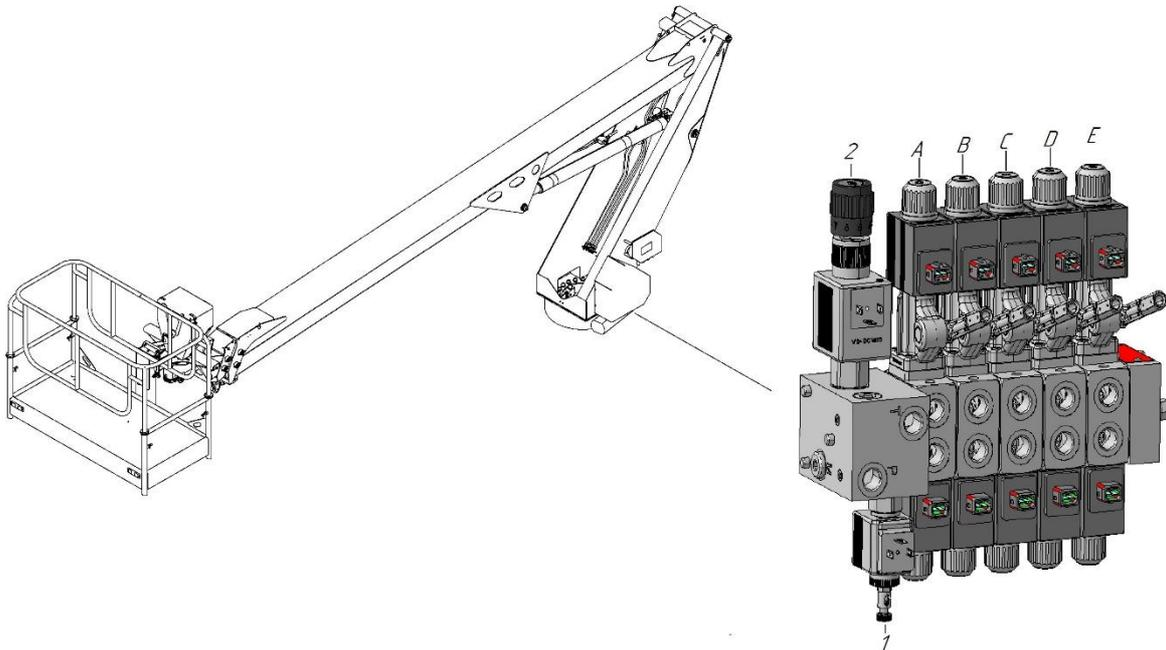

Рисунок 2.1 - Органы аварийного управления подъемником.
- 1) ВРУЧНУЮ ЗАСТОПОРИТЬ РАЗГРУЗОЧНЫЙ КЛАПАН ПОЗ. 1 (СМ. РИСУНОК 2.1);
- 3) ОТКЛОНИТЬ РЫЧАГ «В» ДЛЯ ПОВОРОТА КОРЗИНЫ ИЛИ РЫЧАГ «С» ДЛЯ ГОРИЗОНТИРОВАНИЯ (СМ. РИСУНОК 2.1);